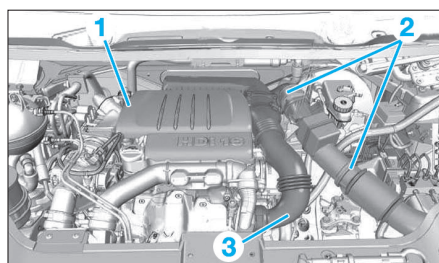

Fig. 49
- le cache moteur (1) (Fig.49),
- les deux parties du conduit d'entrée d'air (2),
- la conduite d'entrée d'air du turbocompresseur (3),